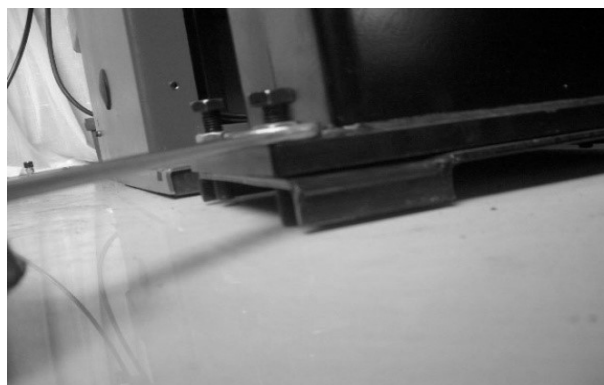

Рис. 7-7
7.1.8 Ослабьте гайку под основанием и поверните винт по часовой стрелке до упора в землю и затяните гайку. (рис. 7-7) На данный момент установка левого вспомогательного рычага завершена.